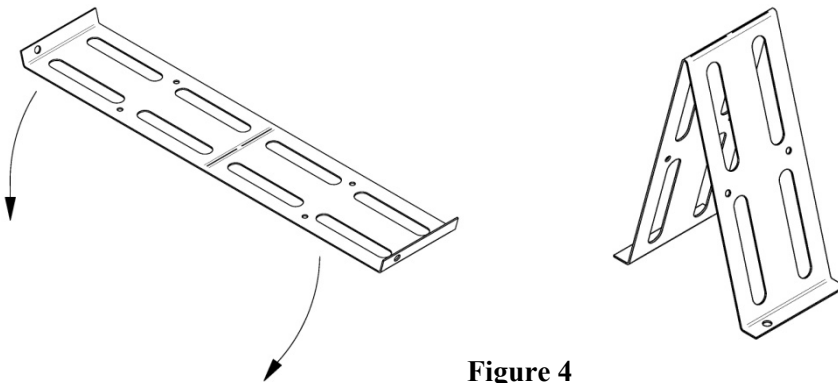

Figure 4
1. Pliez à la main les 2 cales d'espacement, illustrés à la **Figure 4**.